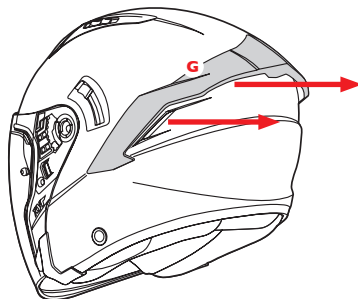

FIGURA 4
ESTRAZIONE PRESA D'ARIA POSTERIORE — G — Figura 4
- Figura 4: Far scorrere i cursori verso l'estremità anteriore, in tal modo le prese d'aria saranno completamente chiuse.
Imbottitura centrale interna: CALOTTINA — H — Figura 4/5